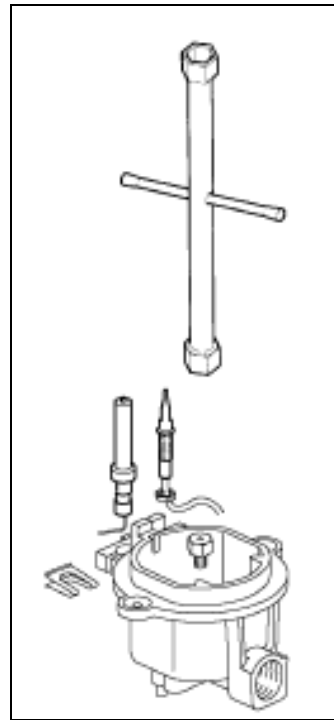

figura 9
- Levante os queimadores e desparafuse os bicos injetores (figura 9) utilizando uma chave tipo Canhão de 7mm e substitua os bicos por aqueles indicados para o novo tipo de gás sendo fornecido, de acordo com as informações na tabela 2 abaixo